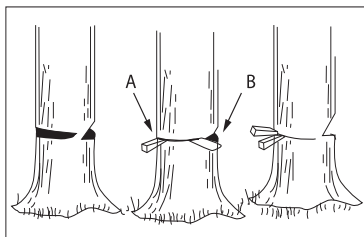

Рис. 16
Използвайте дървени или пластмасови клинове (A), за да предотвратите закланване на шина или верига (B) в среза. Клинове също управляват отсичането (рис. 16).